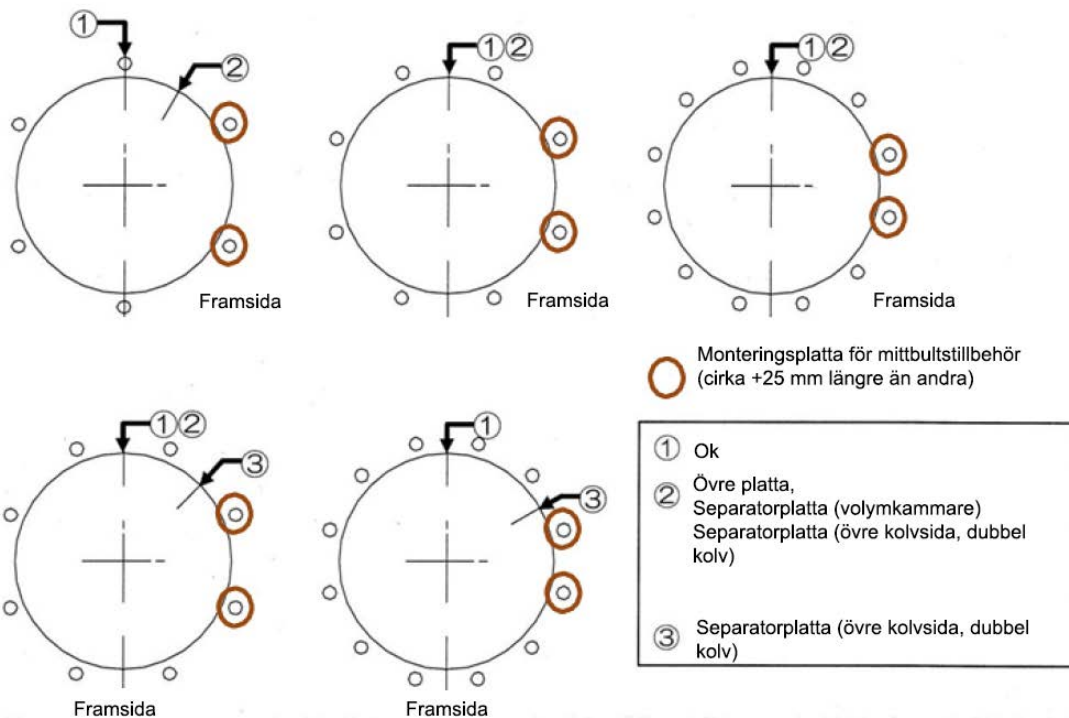

Bild 17 – Mittbultens positionering
**Var försiktig så att du inte skadar insidan av styrbussningen (8) med kompressionsmuttern (12) under montering och demontering.**
10. Byt ut stångskrapan (34) mot en ny del. Belägg stångskrapan med silikon (eller motsvarande).
11. Byt ut fjäderenhetsdel, fjäderröret (7), separationsplattan (13), kolvens underenhet (15).
12. Byt ut o-ringen (21) på den övre plattan (17) och o-ringen (21) och styrringen (16) på kolplattan S/A (15) med nya delar. Belägg o-ringarna och styrringen med silikonfett (eller motsvarande).
13. Byt ut cylinderröret (14) och den övre plattan (17) med endast axiell rörelse. Belägg cylinderrörets inre yta med silikonfett.
14. Se till att luftanslutningarnas lägen är korrekta. Sätt i mittbultarna i hålen på den övre plattan och oket. Montera fjäderbrickorna och muttrarna och dra åt dem lätt för hand. Montera fjäderbrickorna och muttrarna på undersidan av oket för hand. Se till att placeringen av mittbultar (cirka +25 mm längre än andra) för tillbehörets monteringsplatta, om sådan finns, överensstämmer med bild 17.